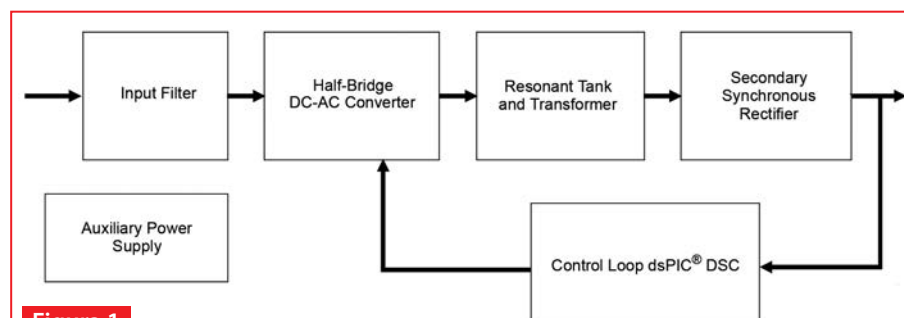

Figura 1
Într-un proiect de referință de convertor rezonant LLC DC/DC de 200 wați (W) (trei elemente reactive: două inductive și una capacitivă)^[2], un singur dispozitiv dsPIC33 permite o soluție digitală compactă pentru conversia de putere în mod de comutare, utilizând unul dintre PWM-urile sale integrate pentru a comanda MOSFET-uri în jumătate de punte în bucla de control (figura 1).